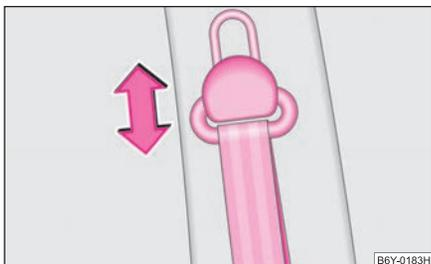

Abb. 109 Vordersitz:
- Zum Einstellen drücken Sie auf den Umlenkbügel und verschieben ihn nach oben bzw. unten ⇒ Abb. 109.